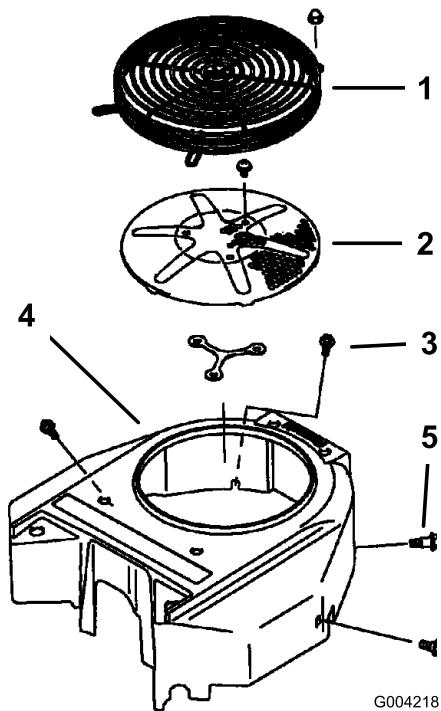

Figura 73
Antes de cada uso, retire cualquier acumulación de hierba, suciedad y otros residuos de la rejilla del motor. Esto ayudará a asegurar una refrigeración adecuada y una velocidad de motor correcta, y reducirá la posibilidad de sobrecalentamiento y daños mecánicos al motor (Figura 73).
3. Retire la rejilla de entrada de aire, el arrancador de retroceso y la carcasa del ventilador (Figura 73).
5. Instale la rejilla de entrada de aire, el arrancador de retroceso y la carcasa del ventilador (Figura 73).